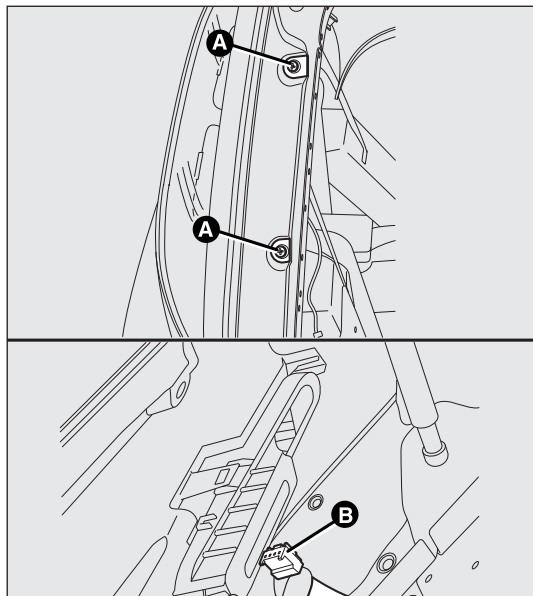

fig. 174
La disposizione delle lampade del gruppo ottico fig. 174 è la seguente:
- svitare le viti di fissaggio A-fig. 174;